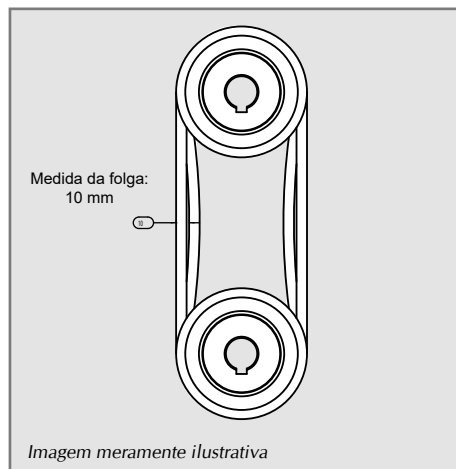
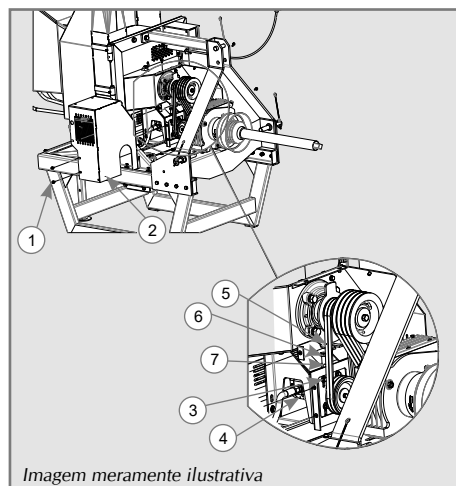

Figura 20
Figura 21
- ✓ Verifique a tensão da correia frequentemente. As correias deverão ter uma folga de  $\pm 10$  mm, conforme Figura 20.
- ✓ Para ter acesso às correias do disco é necessário retirar a proteção da correia (2), conforme Figura 21.
1. Solte os parafusos (1) que fazem a fixação da proteção das correias (2);
2. Retire a proteção da correia (2);
3. Solte os parafusos (3) da bomba hidráulica (4) apenas o suficiente para mover a bomba hidráulica e faça os ajustes necessários ou troque as correias;
4. Use o parafuso de ajuste da bomba hidráulica para auxiliar na regulagem da tensão das correias (Figura 20), soltando-os, teremos o alívio da tensão das correias da bomba hidráulica. Apertando o parafuso de ajuste da bomba, diminuiremos a folga das